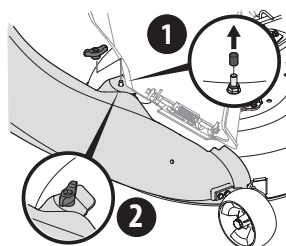

Figura 20
- Fije el codo del canal de descarga en la plataforma de corte usando una perilla de aletas (720-04122) del paquete de herrajes 689-01419. Ver inserto en la Figura 20.
**NOTA:** Si está presente, quite la tapa protectora del perno de montaje de la plataforma de corte, como se muestra en el inserto superior de Figura 20.